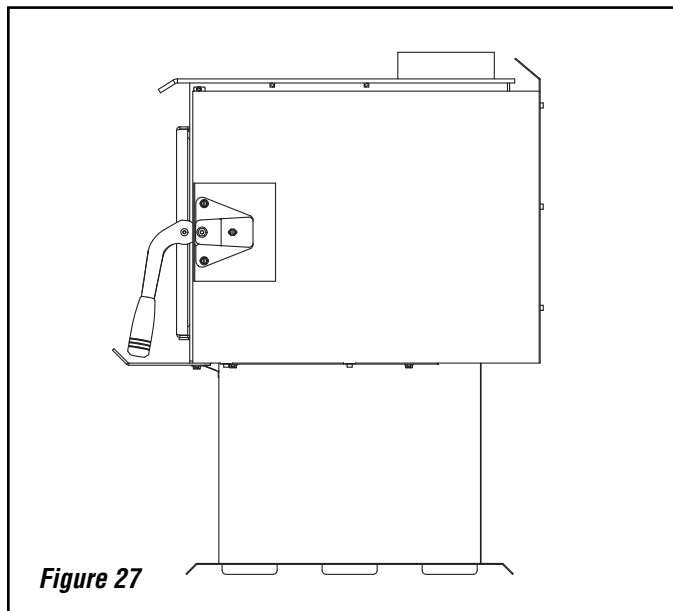

Figure 27
Étape 1. Retirer avec précaution les couvertures et les déflecteurs (voir figure 27).